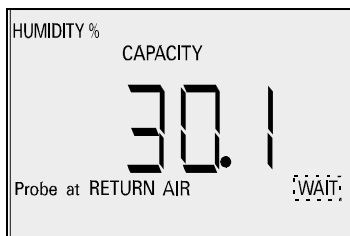

Fig. 12
5.5.2 Aligner la sonde devant et au milieu de la prise d'air du système (ou température ambiante) de sorte que le couvercle du détecteur soit face à l'ARRIVEE A LA GRILLE DE PRISE D'AIR et appuyez sur ENTER (entrer). L'écran LCD affichera le % d'humidité, la capacité tandis que Probe at RETURN AIR (sonde dans la reprise d'air) et « WAIT » (attendez) s'afficheront en clignotant (Fig. 12). Le VA500A commencera à mesurer les paramètres de la prise d'air du système et affichera pendant ces mesures « WAIT » (attendez). Au bout d'une minute, l'instrument émettra un bip sonore et «WAIT» arrêtera de clignoter, ce qui indique que les mesures sont terminées.